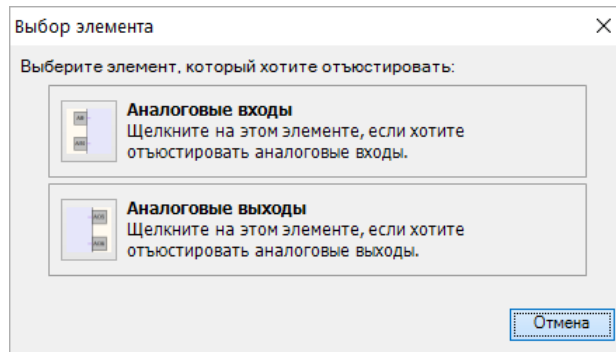

Рисунок 8.8 – Меню юстування
- Запустити OwenLogic і вибрати в меню пункт «Прибор» → «Юстировка входів/выходов» для запуску майстра юстування. У діалоговому вікні «Выбор элемента» вибрати пункт «Аналоговые входы» (див. рисунок 8.8, 1).
У разі використання входу для вимірювання сигналів «4...20 мА» рекомендується провести юстування входу, попередньо вибравши параметр «Тип датчика» рівним «4...20 мА». Калібратор напруги слід підключити за схемою (див. рисунок 8.8, 2). Дії з юстування аналогічні пп. 2–3.
У разі використання входу для вимірювання сигналів «0...4000 Ом» рекомендується провести юстування входу, попередньо вибравши параметр «Тип датчика» рівним «0...4000 Ом». На вхід підключити джерело еталонних опорів, наприклад магазин опорів, за схемою (див. рисунок 8.8, 3). Дії з юстування аналогічні пп. 2–3.